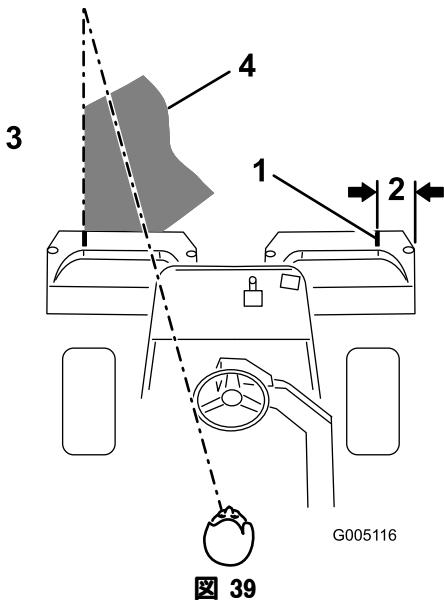

図 39
3. 行きと帰りでのオーバーラップができるだけ小さくなるように運転します。グリーン内をぶれずにきれいに直進し、刈り込みの済んだ列との距離を一定に保って走るためには、車体前方 1.8 から 3 m のところに視線を置いて、刈り込み済みの済んでいる列にラインを合わせるようにするのがコツです（図 39）。ハンドルを目印にして距離を合わせても良いでしょう。その場合、ハンドルの縁と本機前方の目標ラインとを重ねて見ながら運転します（図 39）。